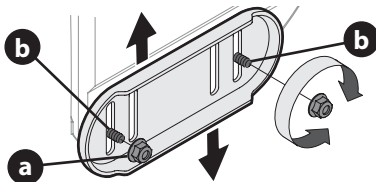

Figura 47
1. Afloje las cuatro tuercas hexagonales (a) y los pernos del carro (b). Mueva las zapatas antideslizantes a la posición deseada (Figura 47).
NOTA: Las zapatas antideslizantes de su soplador de nieve podrían verse ligeramente diferentes (y tener componentes diferentes) de los que se muestran en la Figura 47.